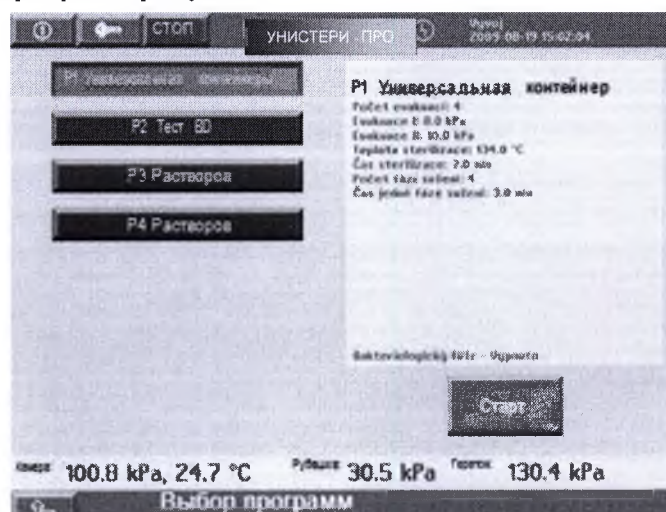

Рисунок 7. Выбор программы
- Затем нажмите кнопку нужной программы **P1, P2, Px** на следующем основном экране программ рисунок 7.